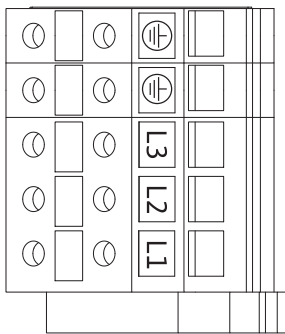

Fig. 26: Силовые клеммы (сетевые соединительные клеммы)
- Силовые клеммы (сетевые соединительные клеммы) (Fig. 26)